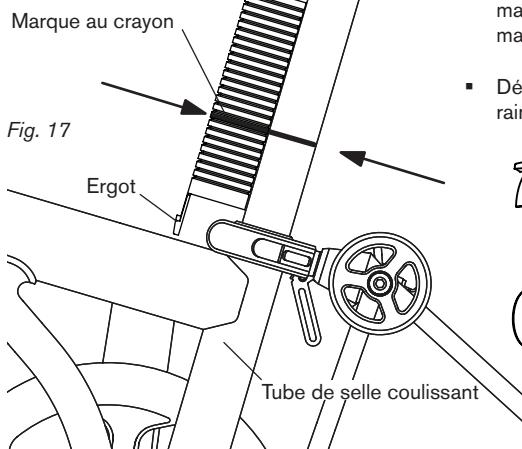

Fig. 17
- Placez l'insert à l'envers contre la tige, en haut du tube de selle, coulissant comme illustré (fig. 17), et marquez la rainure dans l'insert, au plus près de la marque de la tige de selle